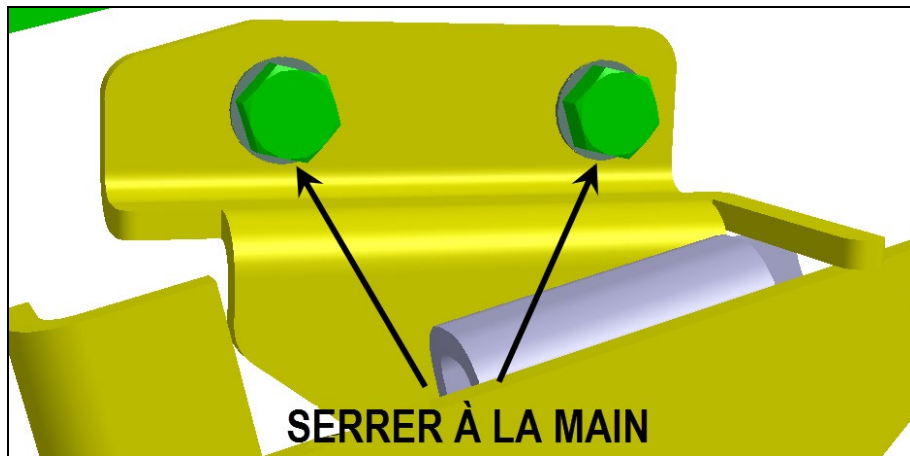

Fig.7
9. Installer et serrer à la main le nouveau mécanisme (Fig.7).